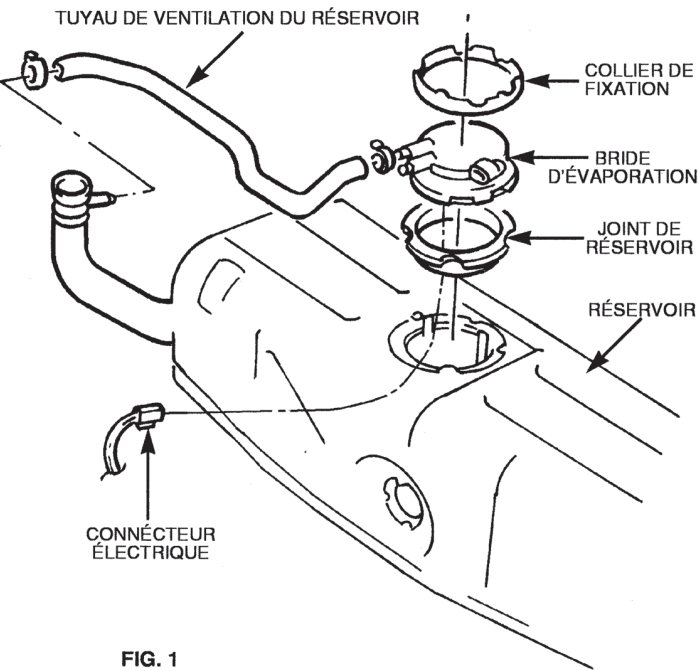

FIG. 1
A) Démonter le collier de fixation de la bride d'évaporation (voir Fig.1)